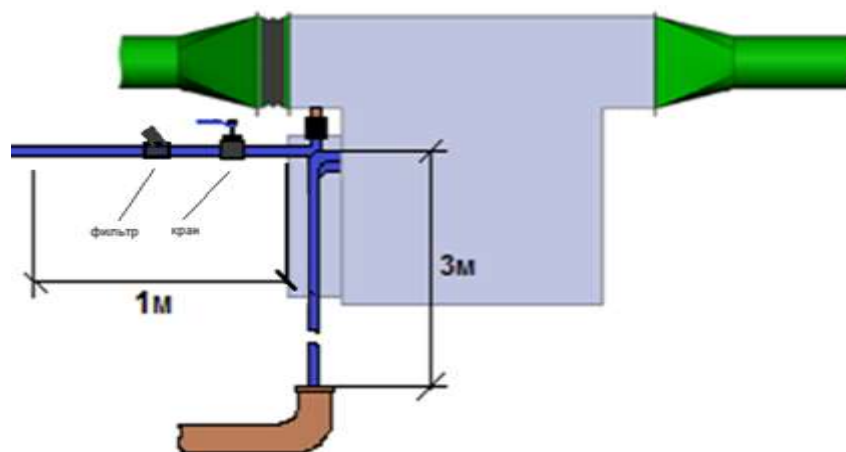

Рис. 5. Схема подключения «Ятаган «Safe Fire» к водопроводу и канализации.
- 1.1. Открыть кран подачи воды на входе в фильтр (Рис. 5).
- 2.3. Закрыть кран на входе в фильтр (Рис. 5).